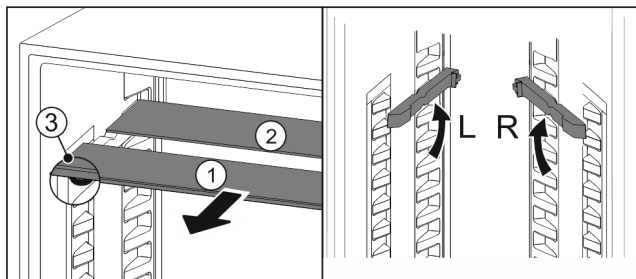

Fig. 94
- ▶ Steklene plošče posamično izvlecite Fig. 94 (1) naprej.
- ▷ Steklena plošča Fig. 94 (1) z okrasno letvijo je spredaj.
- ▷ Zaustavljalniki Fig. 94 (3) so obrnjeni navzdol.